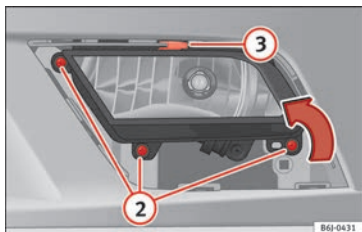

Abb. 190 Nebelscheinwerfer
- Entfernen Sie die 3 Schrauben » Abb. 190 ②, um den Nebelscheinwerfer herauszunehmen.
- Ziehen Sie die Metallklammer an der Oberseite des Nebelscheinwerfers zur Außenseite des Fahrzeuges ab » Abb. 190 ③.